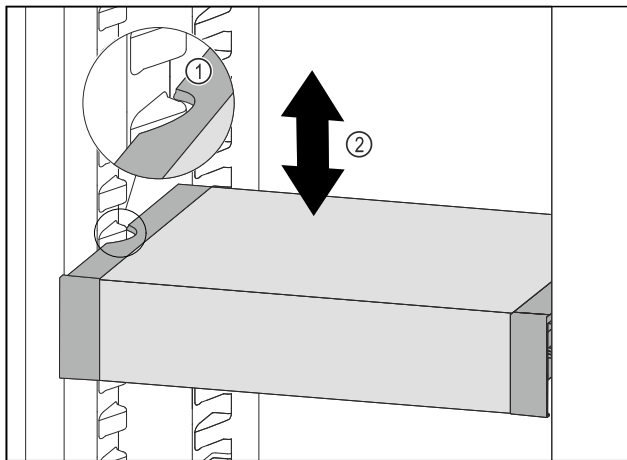

Fig. 82
- ▶ Tõmmake VarioSafe'i ettepoole, kuni VarioSafe'i külgmised väljalõiked asuvad jahutusosas anumaribi kõrgusel. Fig. 82 (1)
- ▶ Liigutage VarioSafe'i jahutusosas ülespoole või allapoole, kuni on saavutatud soovitud kõrgus. Fig. 82 (2)